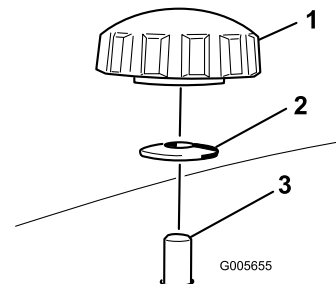
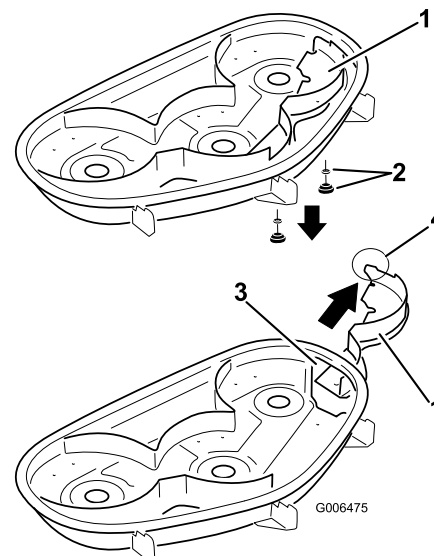

Bild 18
Bild 19
4. Nehmen Sie die beiden Handräder und die Wellenscheiben ab, mit denen das rechte Ablenkblech am Mähwerk befestigt ist, wie in Bild 18 dargestellt.
5. Nehmen Sie das rechte Ablenkblech ab und senken Sie das Grasablenkblech über der Auswurfkanalöffnung ab, wie in Bild 19 und Bild 18 dargestellt.
4. Schieben Sie das rechte Ablenkblech durch die Auswurfkanalöffnung und befestigen Sie diese mit den zwei Handrädern und Wellenscheiben (kappenförmige Seite zum Mähwerk), wie in Bild 18 und Bild 19 dargestellt.